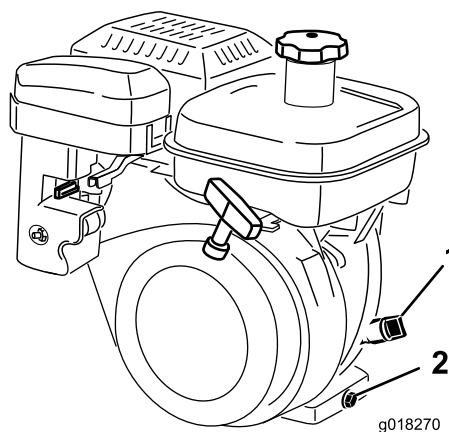

Figura 30
2. Coloque o cortador de maneira a que o motor esteja nivelado e limpe à volta o medidor do nível de óleo (Figura 30).
3. Retire o medidor de nível do óleo, rodando-o no sentido contrário ao dos ponteiros do relógio (Figura 30).
4. Limpe o medidor e insira-o no orifício de enchimento. Não o aperte o medidor no orifício. Depois retire e verifique o nível de óleo. Se o nível estiver baixo, adicione apenas o óleo suficiente para aumentar o nível até se encontrar entre as marcas "H" e "L" no medidor (Figura 30). Volte a verificar o nível de óleo. Não encha demasiado.
2. Coloque um recipiente de drenagem na traseira da máquina, debaixo do tampão de escoamento (Figura 30). Solte o tampão de escoamento.